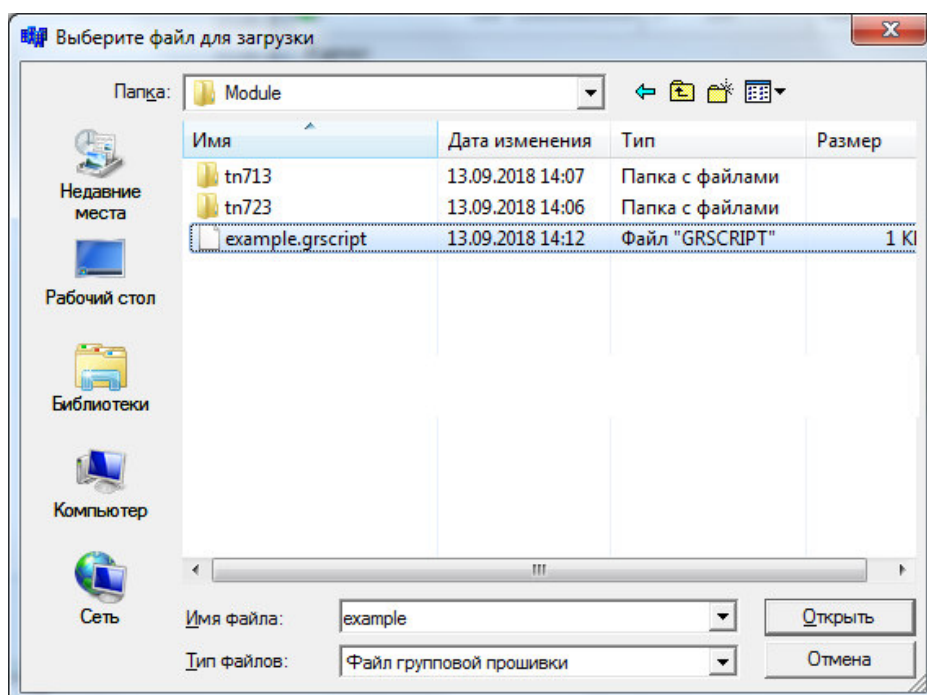

Рисунок 3.6 – Выбор файла групповой прошивки модулей
2. Выбрать скрипт-файл расширения *.grscript* и нажать кнопку «Открыть» (рисунок 3.6). Содержание файла представлено на рисунке 3.7.